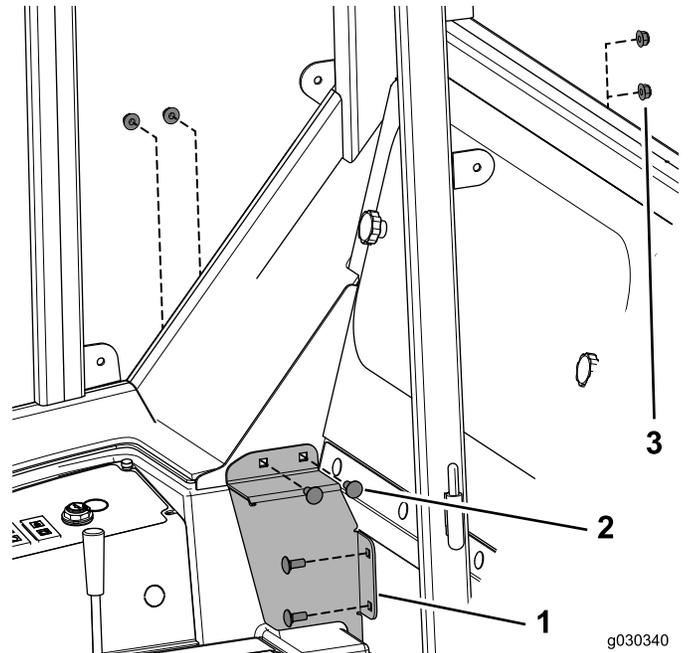

Figura 24
2. Instale provisionalmente el soporte de la cubierta derecha a la cabina usando los 4 pernos de cuello cuadrado (5/16" x 3/4") y 4 contratuerzas (Figura 24).